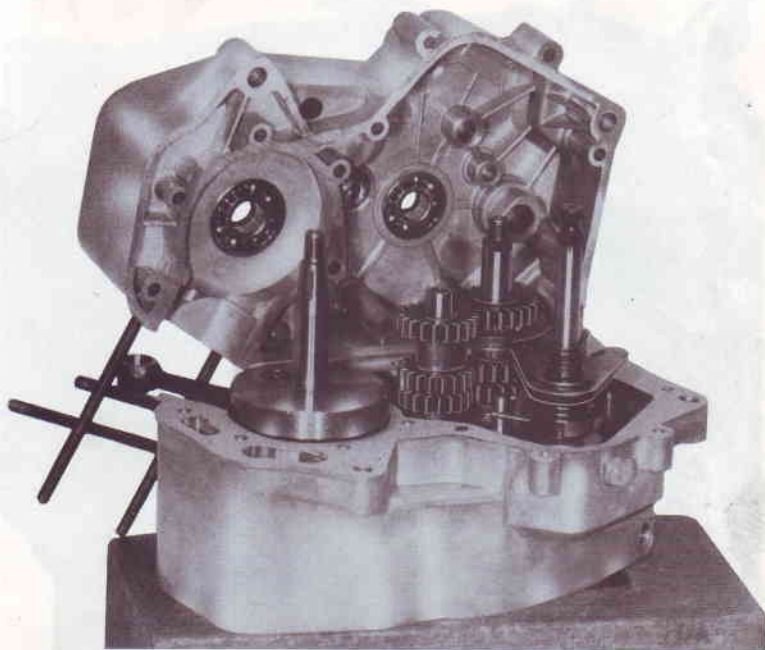

Fig. 33 - Demi-carters
- Mettre de l'huile sur les bagues en bronze, roulements et toutes les arbres. (Fig. 33)